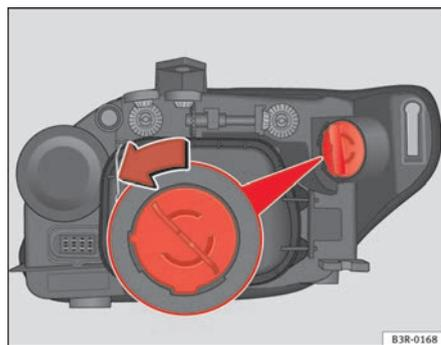

Fig. 201 Lampe du feu clignotant
- Tournez le porte-ampoule dans le sens inverse des aiguilles d'une montre en le saisissant par la poignée ⇒ fig. 201. Retirez le support et l'ampoule.